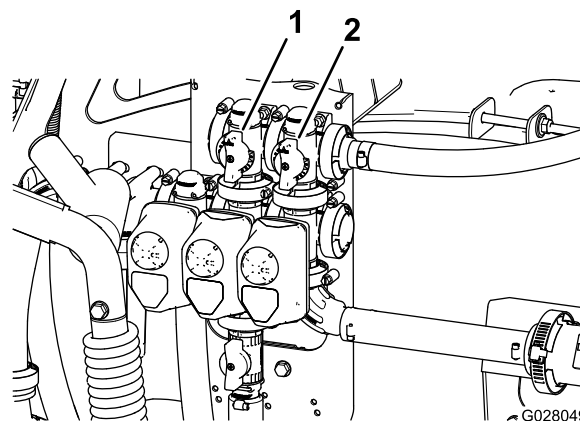

Рисунок 24
11. Отрегулируйте перепускной клапан перемешивания (Рисунок 24) на задней стороне клапана перемешивания таким образом, чтобы показание давления по манометру составило 6,9 бара.
9. С помощью ручки главного перепуска секций отрегулируйте интенсивность перемешивания в баке (Рисунок 24).